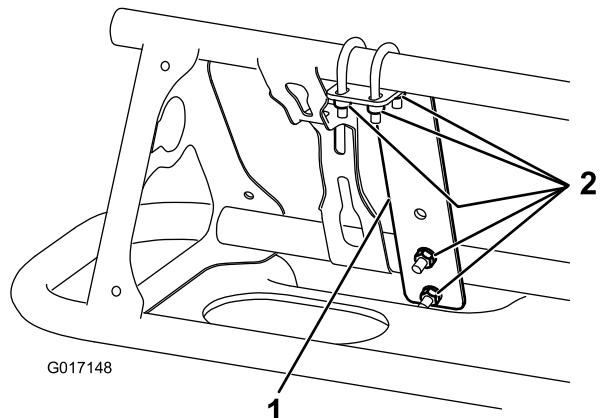

Figura 9
1. Installate una staffa di montaggio sul lato anteriore di ogni barra vicino all'ugello più esterno con 3 cavallotti e 6 dadi flangiati (1/4 poll.) (Figura 8 e Figura 9).